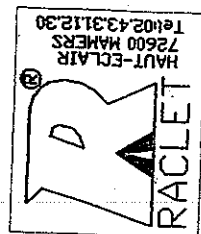

FIG. 1
- Positionner le berceau de rangement à l'avant de la caravane (FIG. 1).